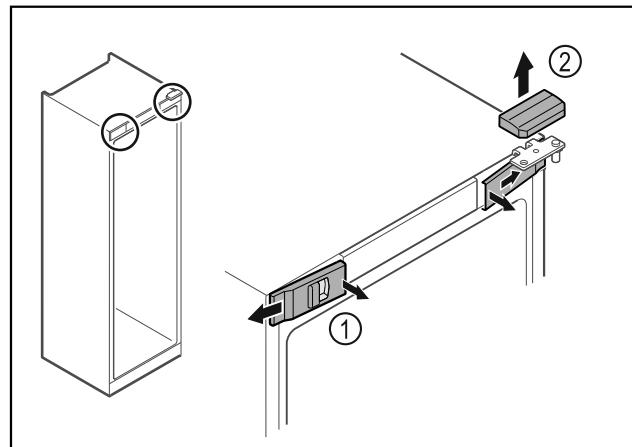

Fig. 9
- Atbrīvojet priekšējos pārsegus Fig. 9 (1) iekšpusē un noņemiet uz sāniem.
- Noņemiet augšējo pārsegu Fig. 9 (2) uz augšu.